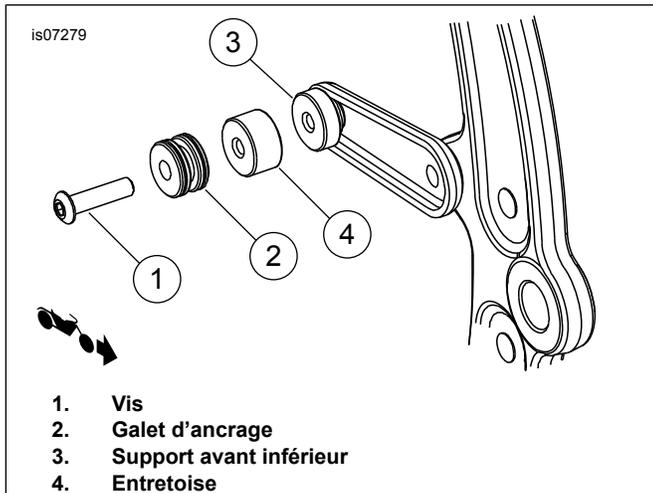

Figure 5. Galet d'ancrage inférieur avant (avec d'autres accessoires amovibles)
1. Voir Figure 5. Installer le galet d'ancrage mini (2) et l'entretoise (4) sur la vis (1).
3. Installer la vis dans le support avant inférieur (3). Serrer la vis à un couple de 16,3–24,4 N·m (12–18 ft-lbs).